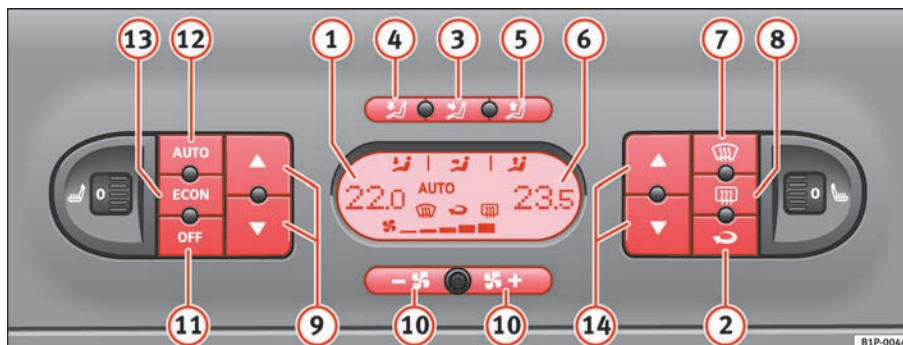

Fig. 110 I instrumentpanelet: betjeningslementer til 2C-Climatronic
- Tryk på knapperne ⇒ fig. 110 ③ til ⑤, **ECON** eller tryk på knapperne til blæserhastighed ⑩. I displayet slukker symbolet **AUTO**.
- Tryk på knappen  ⇒ side 141, fig. 110  for at aktivere eller deaktivere recirkulationsfunktionen. Når recirkulationsfunktionen er aktiveret, bliver symbolet  vist i displayet.